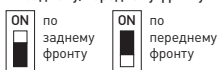

Рис. 2. Установка режима диммирования
- 3.4. С помощью DIP-переключателей на корпусе установите режим работы TRIAC по заднему или переднему фронту (рис. 2).